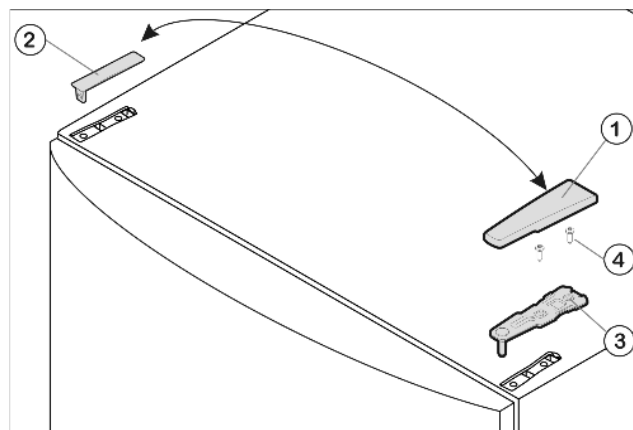

Fig. 4
- Стяните крышку крышку Fig. 4 (1) вперёд и снимите крышку Fig. 4 (2).
- Открутите верхний опорный кронштейн Fig. 4 (3) (2 шт. Torx 25) Fig. 4 (4) и вытяните вверх.
- ▶ Установите верхний опорный кронштейн Fig. 4 (3) на новой стороне шарнира и защелкните в дверце.
- ▶ Прикрутите верхнюю опорную подставку (2 шт. Torx 25) Fig. 4 (4). При необходимости просверлите отверстия или используйте аккумуляторную отвертку.
- ▶ Защёлкните крышку Fig. 4 (1) и крышку Fig. 4 (2) на противоположной стороне.